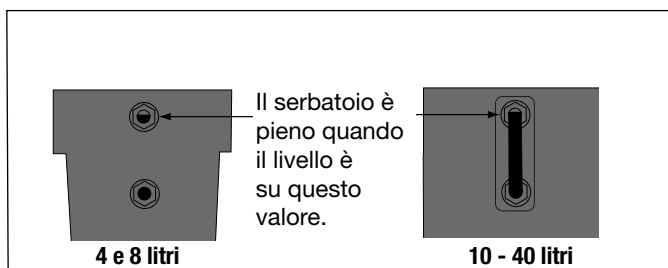

Fig. 4
Controllare il livello dell'olio della pompa prima di avviarla e se necessario aggiungere olio togliendo temporaneamente il tappo SAE #10 dalla piastra di copertura della pompa (vedere Fig. 2). Il serbatoio è pieno quando il livello raggiunge la parte superiore della spia dell'olio (vedere Fig. 4).
6. Riempire il serbatoio con olio idraulico Enerpac pulito. Il serbatoio è pieno quando il livello dell'olio è a metà della spia dell'olio (vedere la Fig. 4).